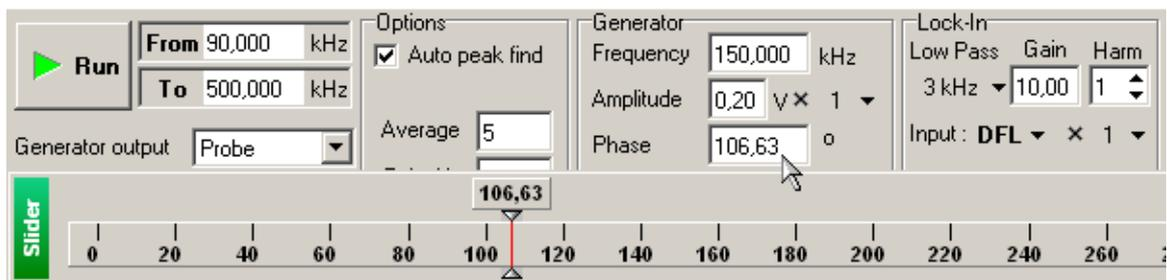
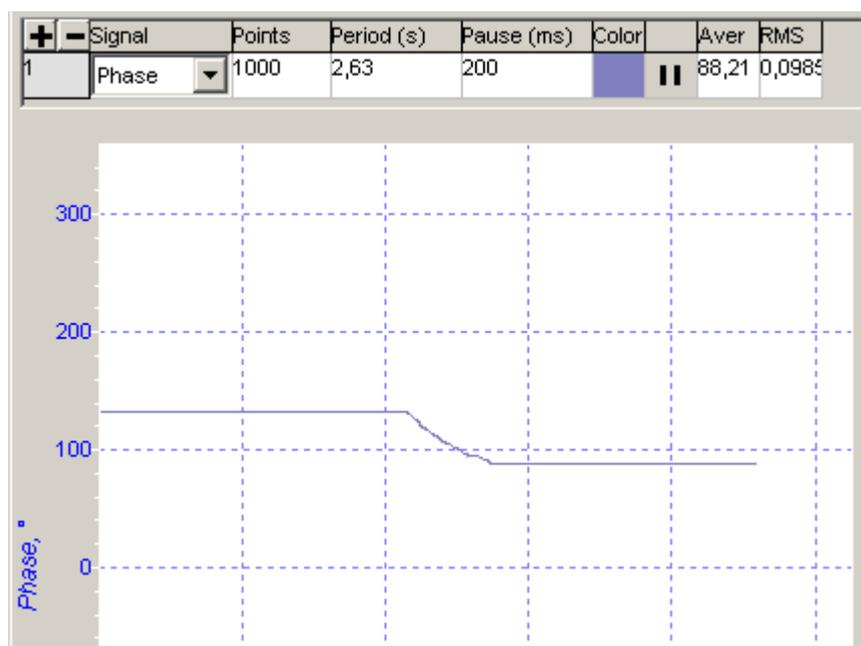

Рис. 7-41
Рис. 7-42
3. Перейдите на вкладку **Resonance** и, изменяя параметр **Phase** (Рис. 7-41) (начальная фаза генератора), установите значение измеряемой фазы в осциллографе примерно в середине ее диапазона (Рис. 7-42). Не рекомендуется устанавливать ее значение вблизи границ, то есть вблизи 0 или 180 градусов. В этом случае все возможные изменения измеряемой фазы будут одного знака.